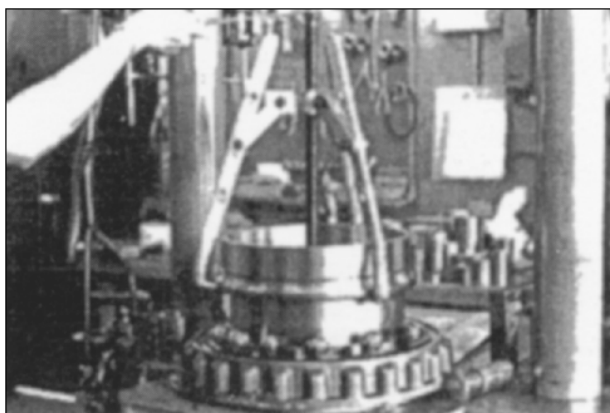

Рис. 90
28. Используя съемник, снимите внутренне кольцо подшипника и распорное кольцо. Рис. 90.